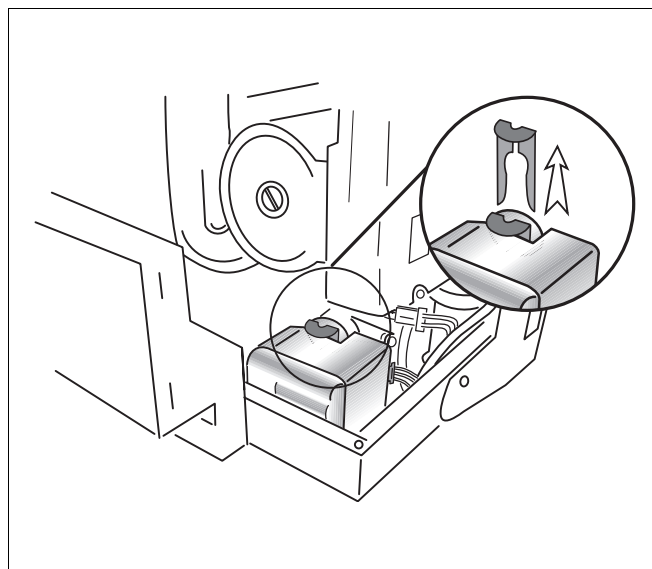

Bild 17 Sicherungssplint Dreiwegeventil entfernen
- Sicherungssplint vom internen Dreiwegeventil nach oben abziehen (→ Bild 17).